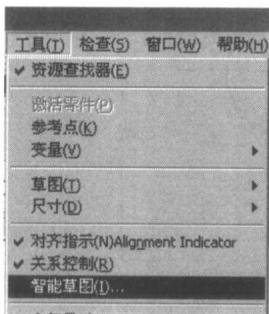
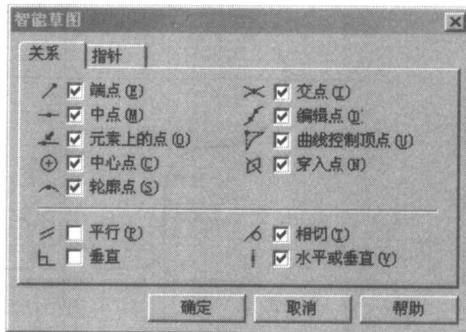

图 1-5
图 1-6
3. 绘图前，先在主菜单工具（tools）下选择智能草图命令（intellisketch），如图 1-5 所示，在智能草图对话框中勾选绘图关系（relationships），如图 1-6 所示。